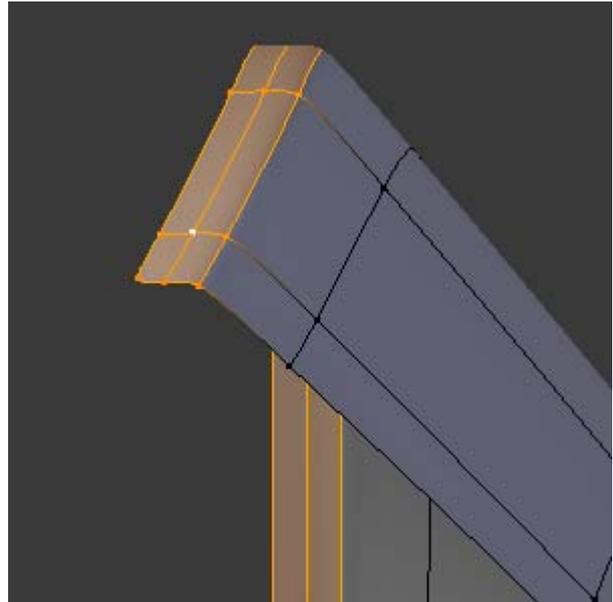

Figura 4.124
4. Repita os procedimentos 2 e 3 para o contorno agora criado, figura 4.124.